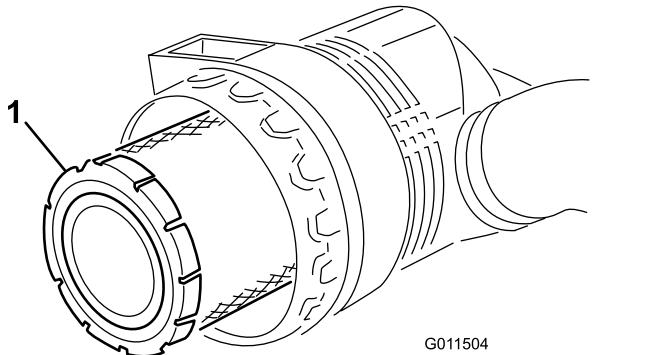

Figura 50
3. Retire e substitua o filtro primário (Figura 50).